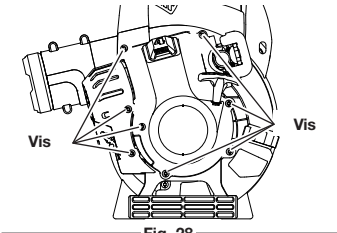

Fig. 28
1. Retirez les 8 vis du couvercle du moteur à l'aide de l'outil approprié (Fig. 28) et enlevez le couvercle.